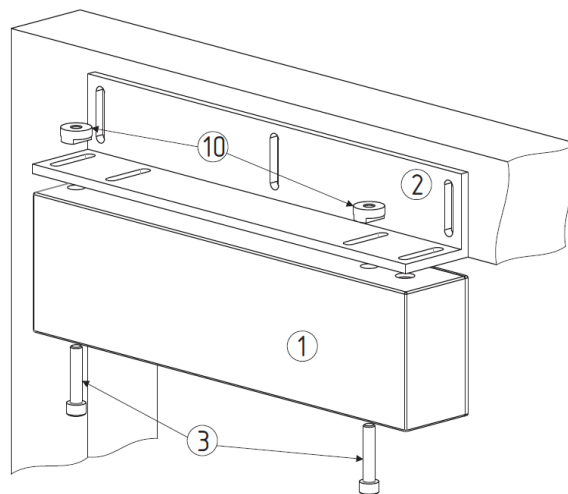

Рисунок 3. Схема установки электромагнитного замка и крепёжного уголка
После установки якоря приложите к нему замок, и окончательно разметьте место крепления замка (крепежной планки/уголка) к проему (рис.3). Просверлите отверстия соответствующего диаметра, закрепите уголок/планку на дверном проеме саморезами (винтами). Прикрепите замок к уголку при помощи винтов (3) и спецгаек (10). Крепление замка к планке производится при помощи винтов (3) без использования спецгаек (10). Схема крепления уголка и электромагнитного замка указана на Рисунке 3.